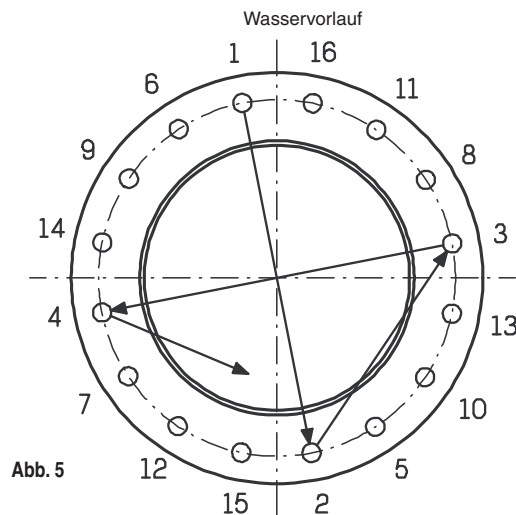

Abb. 5
6.3. **Anzug der Schraubverbindungen:** Es ist wichtig, dass alle geschraubten Dichtungen gleichmäßig und diagonal versetzt wie in Abb. 5 gezeigt festgezogen werden.